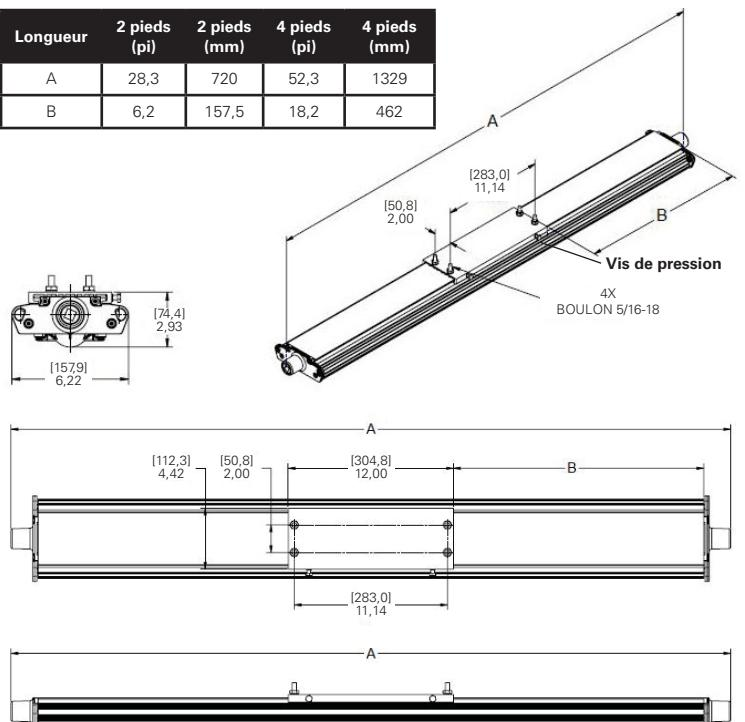

Figure 3 : Installation du montage arrière DP1052MTK
2. Pour le montage arrière, utiliser le support comme modèle pour marquer des trous sur la surface de montage et les percer, puis utiliser les boulons de 5/16 po inclus (voir la figure 3).